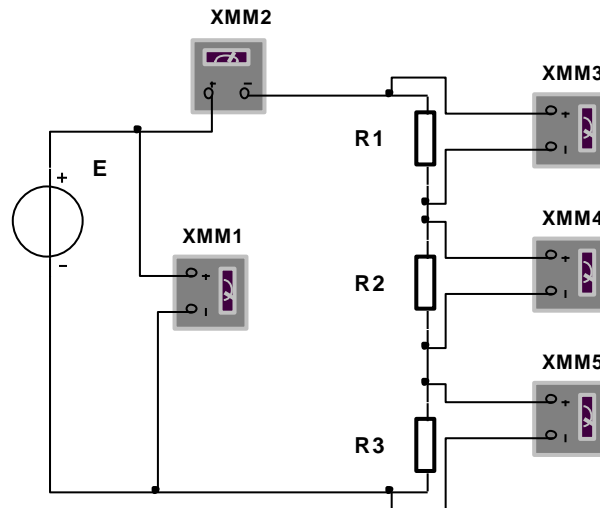

Рисунок 2.1 – Схема дослідної установки
1. Скласти схему згідно рис. 2.1.
3. Виміряти загальний струм кола ($XMM2$), а також з допомогою вольтметра (PV) падіння напруги на кожній ділянці кола (на кожному опорі). Результати вимірювань занести в таблицю 2.1.